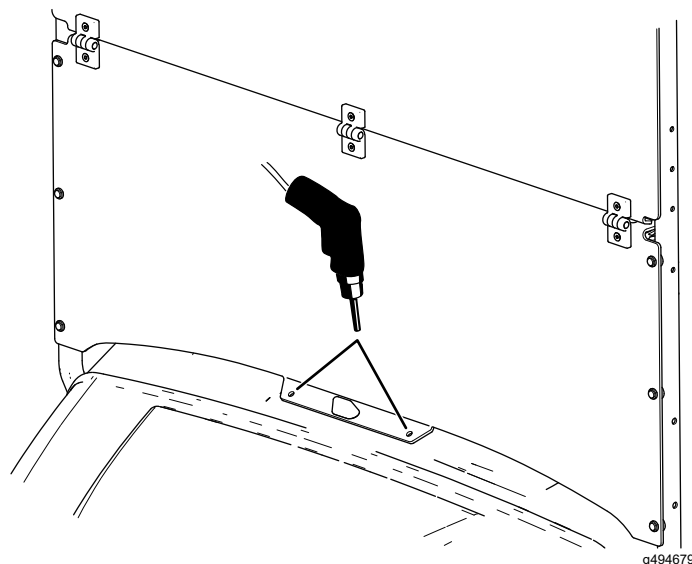

Figure 9
- En utilisant le pare-brise comme gabarit, percez 2 trous (8 mm) dans la planche de bord (Figure 9).